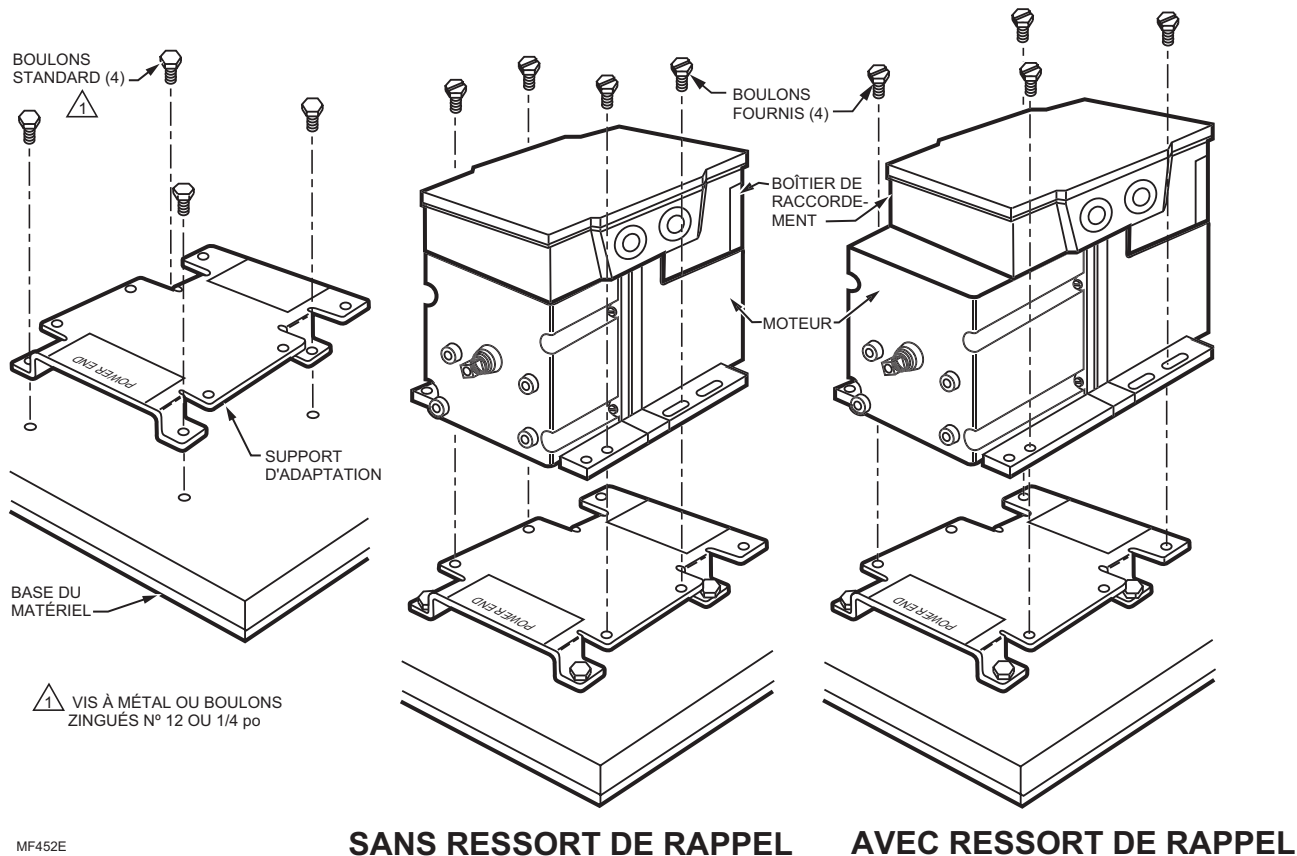

Fig. 3. Installation du servomoteur sur un support d'adaptation.
2. À l'aide des boulons fournis, fixer le servomoteur aux ouvertures filetées du support. Voir la Fig. 3.